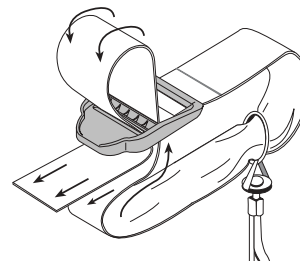

Figure 4
2. Tirez la bandoulière par-dessus la traverse et à travers la fente de la boucle (Fig. 4).